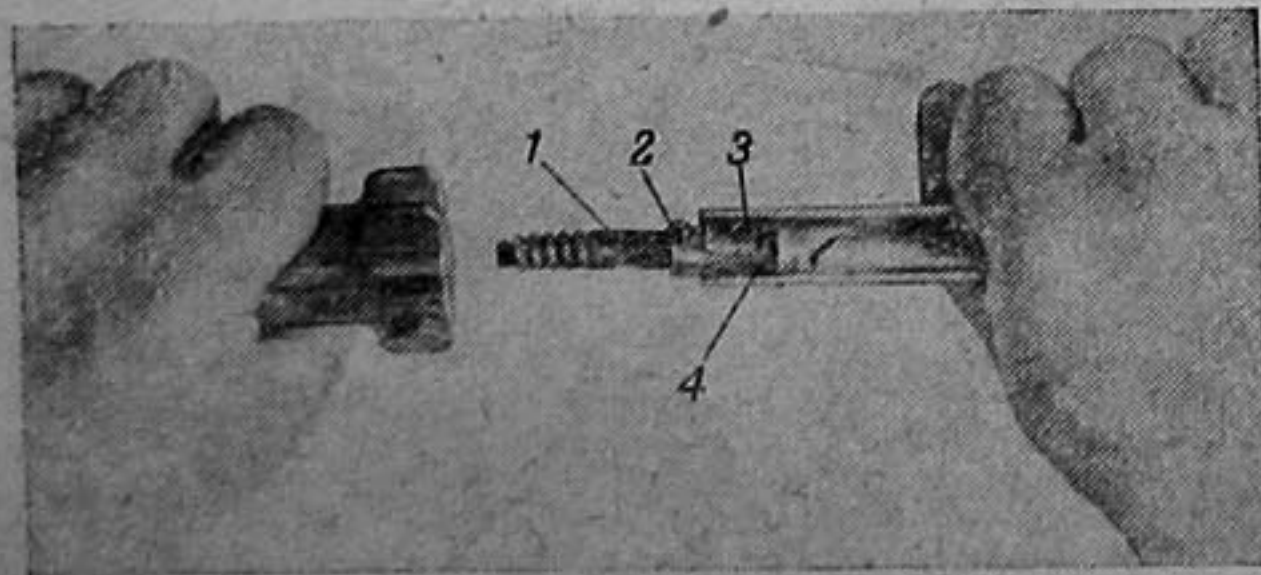

Рис. 20. Как отделить ударник от боевой личинки:
4. Взять остов затвора в левую руку, а боевую личинку в правую, как показано на рис. 20, и вставить муфту боевой пружины внутрь остова затвора так, чтобы вырезы на ее заднем торце вошли в соответствующие срезы отверстия остова затвора.